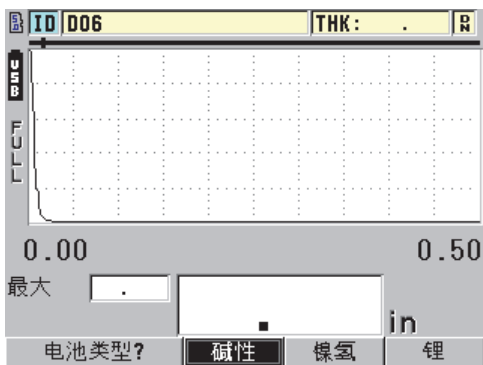

图 2-4 选择电池类型
12. 回答出现在屏幕底部的问题（参见第 39 页的图 2-4）：